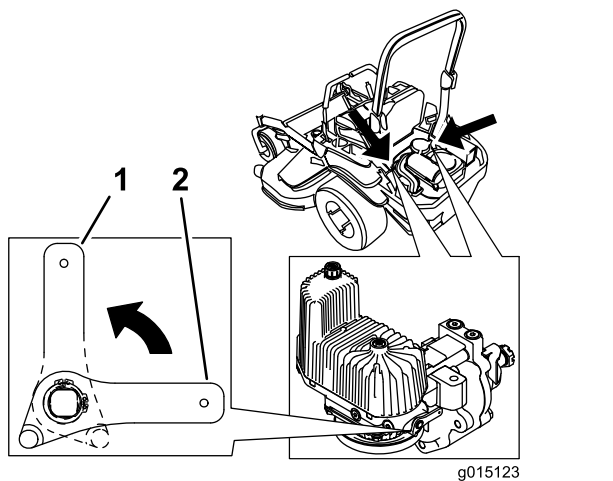

Figure 33
2. Tournez les leviers des vannes de débloqué en position verticale pour pousser la machine (Figure 33).
4. Tournez les leviers des vannes de déblocage en position horizontale pour utiliser la machine (Figure 33).